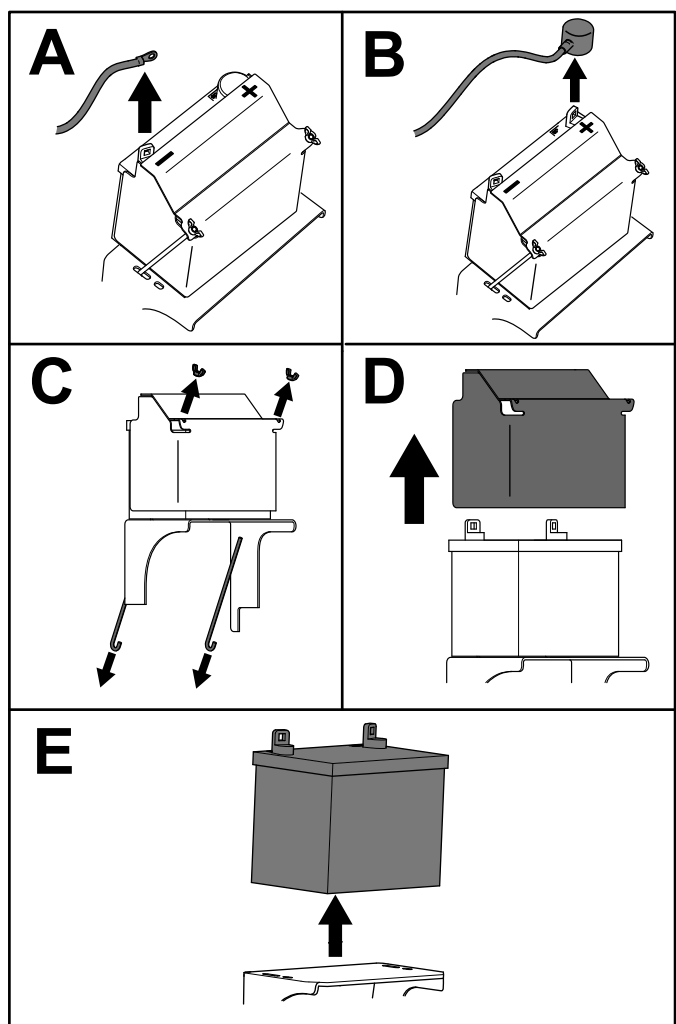

Figura 48
3. Rimuovete la batteria come illustrato nella Figura 48.